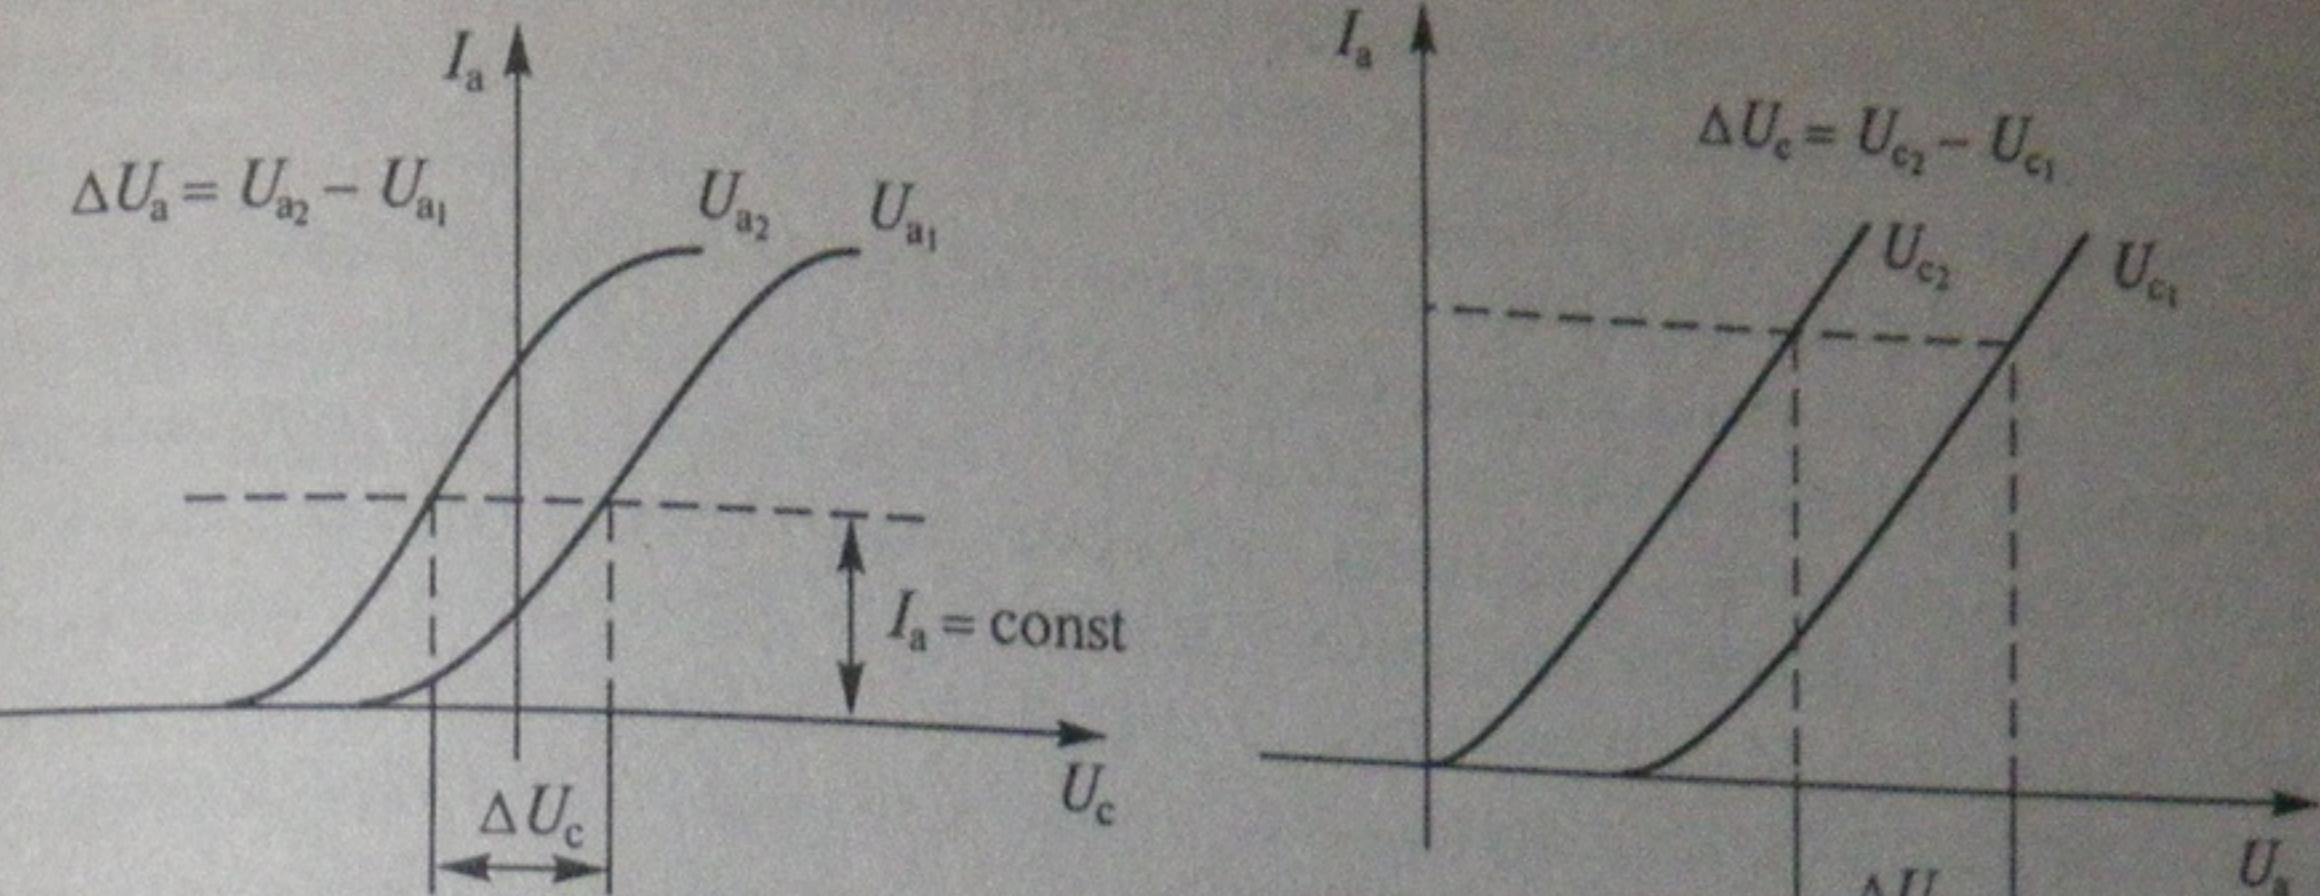

Рис. 2.8.1
Уравнения (1) и (2) определяют так называемые *статические анодные и анодно-сеточные характеристики* триода (рис. 2.8.1 и 2.8.2). По ним можно определить параметры лампы: крутизну S , внутреннее сопротивление R_i и коэффициент усиления μ .